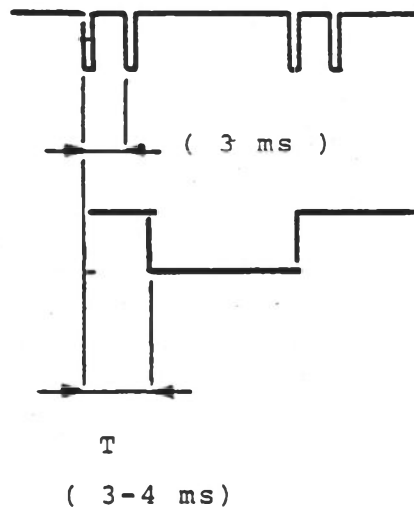

Abb. 6-2: Spur 00-Einstellung
5. Schraube gemäß Abb. 6-2 lösen und TK00 Sensor verschieben, bis die beschriebenen Zeitverhältnisse erreicht werden.
Abb. 6-2 erläutert diese Einstellhinweise.